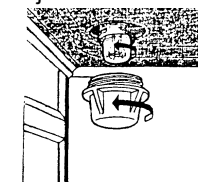

Fig. 11
- Pentru înlocuirea becului dispozitivul de iluminat, deconectați aragazul de la priză și scoateți capacul din sticlă rotindu-l în sens contrar acelor de ceasornic (fig. 11). După înlocuirea becului așezați la loc capacul de sticlă.